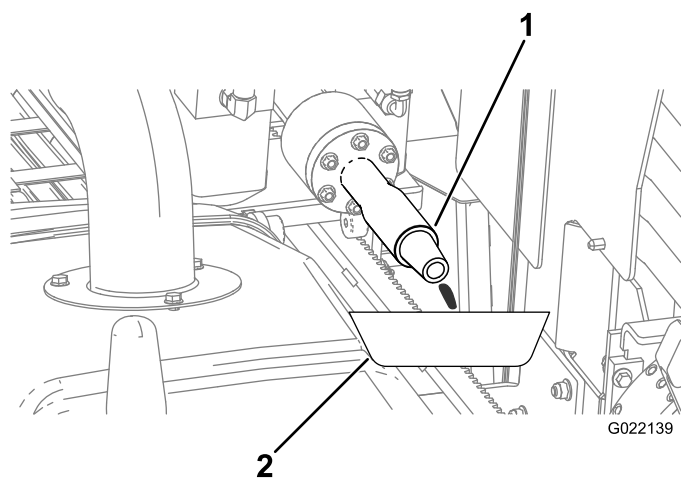

Рисунок 151
- B. Подставьте сливной поддон под буровой шпиндель для сбора утечки антифриза (Рисунок 151).
Д. Когда антифриз будет выходить из бурового шпинделя (Рисунок 151), выключите насос.